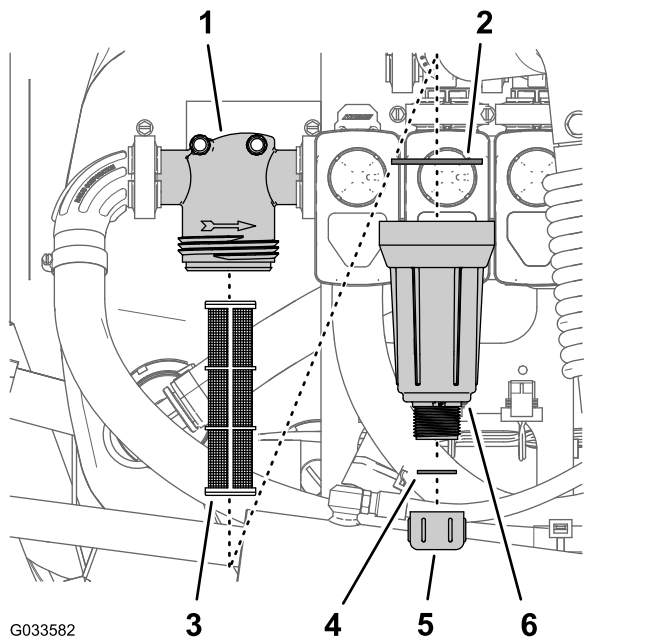

図 97
2. 圧力フィルタの下に受け容器をおく 図 97。
3. 圧力フィルタのボウルについているドレンキャップを左に回して外す 図 97。
4. ボウルを左に回してフィルタヘッドを外す 図 97。
5. 圧力フィルタエレメントを外す 図 97。
7. ドレンプラグのガasketボウルの内側とボウルのガasketフィルタヘッドの内側に傷や破損がないか点検する 図 97。
8. 圧力フィルタエレメントをフィルタヘッドに取り付ける 図 97。
9. フィルタヘッドにボウルを取り付けて手締めする 図 97。
10. ボウルの底部のフィッティングにドレンキャップを取り付けてキャップを手締めする 図 97。